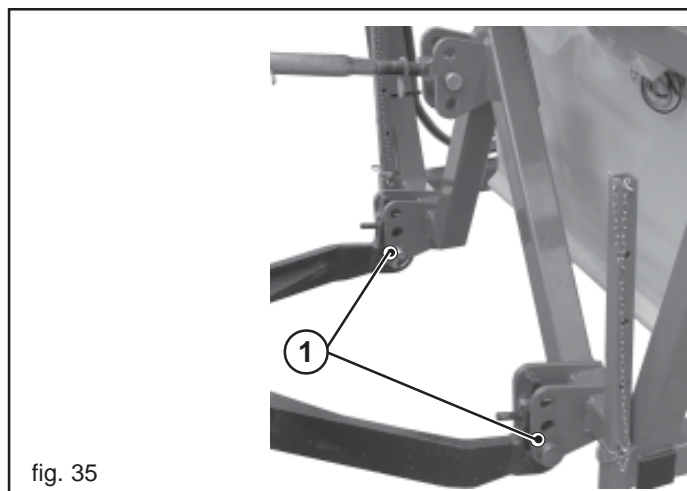

fig. 35
- 1) Enganchar las barras del elevador en los pernos predisuestos (1, Fig. 35). Bloquear con el pasador de muelle.